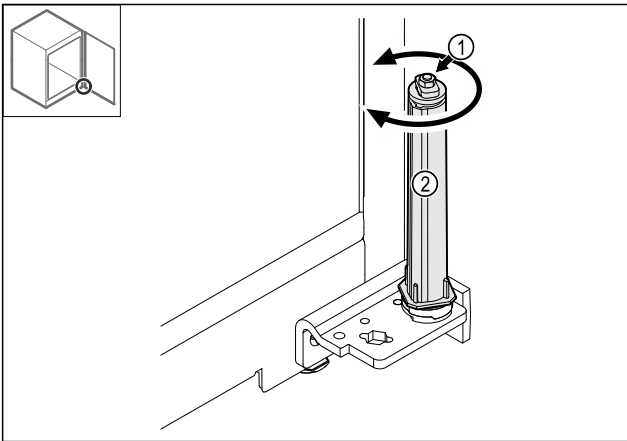

Fig. 36
- Älä pura sulkujärjestelmän ruuvi-liitosta Fig. 36 (1) osiin.
- Käännä sulkujärjestelmää Fig. 36 (2), kunnes se naksahdaa.